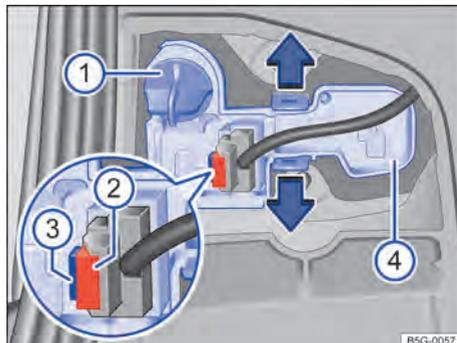

Fig. 207 Na tampa do compartimento de bagagem: remover o suporte da lâmpada.
4. Girar o suporte da lâmpada → Fig. 207 ① até o batente no sentido anti-horário e retirar com a lâmpada incandescente para trás.
5. Substituir a lâmpada incandescente queimada por uma lâmpada incandescente nova do mesmo modelo. Encaixar o suporte da lâmpada → Fig. 207 ① e girar no sentido horário até o batente.
6. Retirar o fusível → Fig. 207 ②. Pressionar o bloqueio → Fig. 207 ③ do conector e retirar o conector.
7. Destruar as linguetas do suporte da lâmpada → Fig. 207 ④ no sentido da seta e remover o suporte da lâmpada.